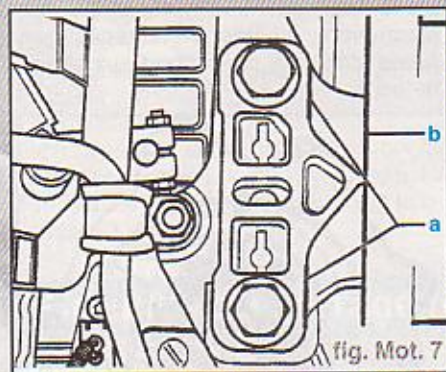

fig. Mot. 7
- fixation de la boîte de vitesses (fig. Mot. 7) :